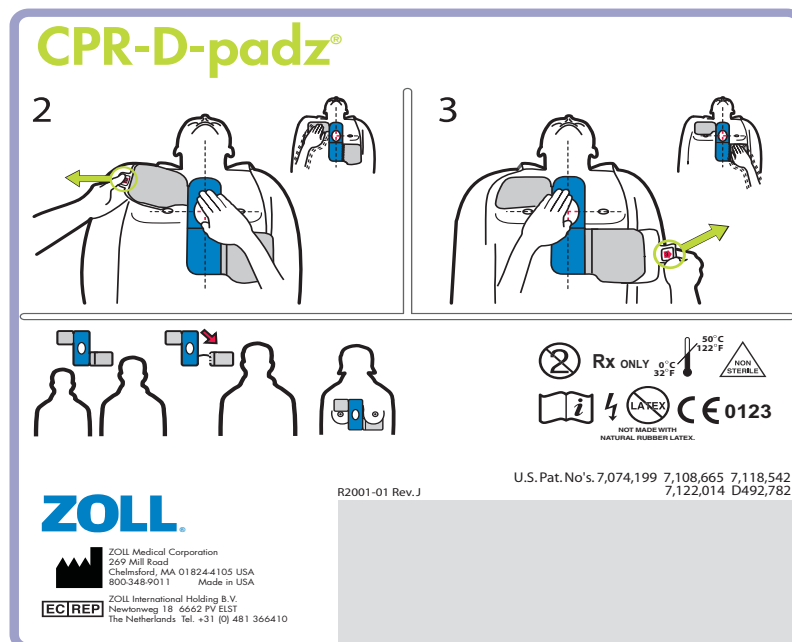

Figure 5 : Installation des électrodes CPR-D padz
1. Déchirer l'emballage des électrodes pour l'ouvrir et déplier les électrodes. Les orienter comme indiqué sur les schémas (voir Figure 5).